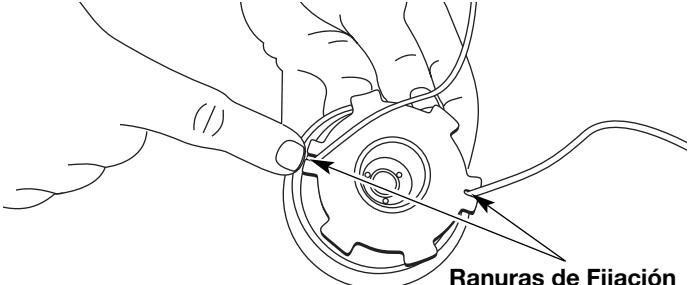

**Fig. 19**
8. Tome aproximadamente 2,5 m (8 pies) de nueva línea de corte. Inserte un extremo de la línea a través de uno de los orificios del carrete interior (Fig. 19). Pase la línea a través del carrete interior hasta que queden sólo 4 pulgadas fuera.
9. Inserte el extremo de la línea en el orificio abierto del carrete interior y tire de la línea en forma ajustada a fin de que el lazo sea lo más pequeño posible (Fig. 19).